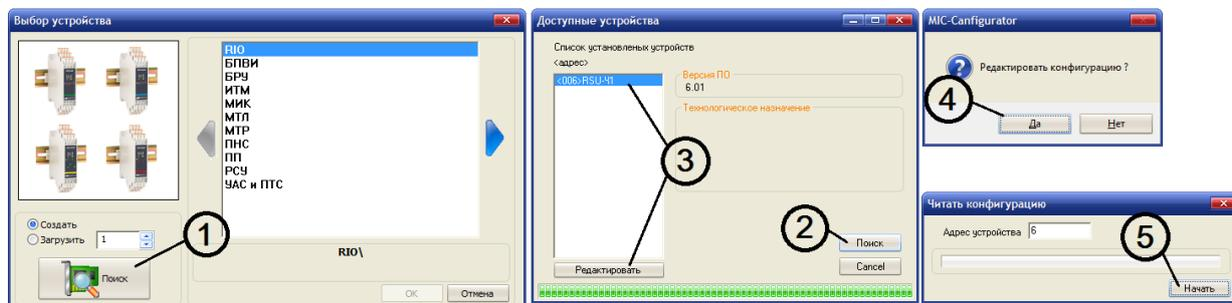

Рисунок 4.3 - Вікна програми MIC-Configurator
4.4.5.6 У МІК-Конфігураторі натиснути кнопку "Доступні пристрої"(див. рис.4.3) і провести пошук блоку згідно з пунктом 4.4.3.